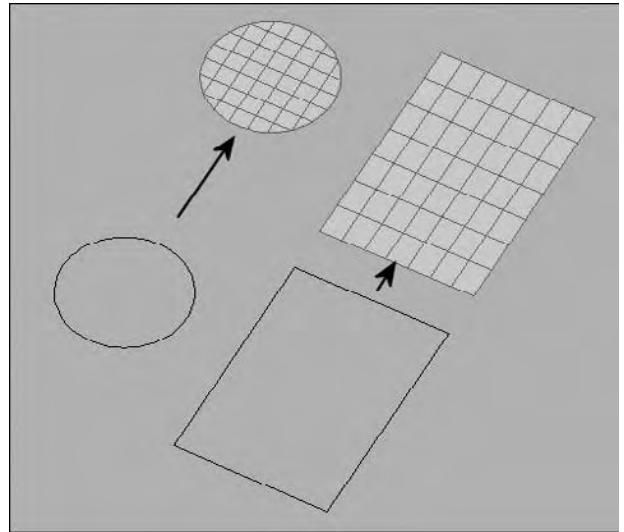

Fig.5.2
- 4] Appuyez sur Entrée (fig.5.2).